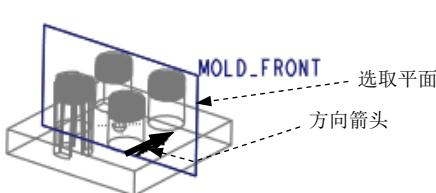
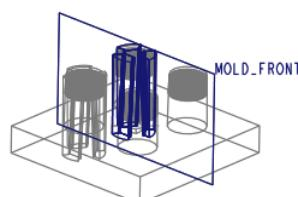

图 25.31 选取平面
图 25.32 创建结果
Step4. 在“选择性粘贴”对话框中选中 **对副本应用移动/旋转变换 (A)** 复选框，然后单击 **确定 (o)** 按钮，此时系统弹出“移动 (复制)”操控板。
Step5. 选取图 25.31 所示的平面，方向箭头如图 25.31 所示。在距离文本框中输入数值 50，单击操控板中的  按钮，结果如图 25.32 所示。